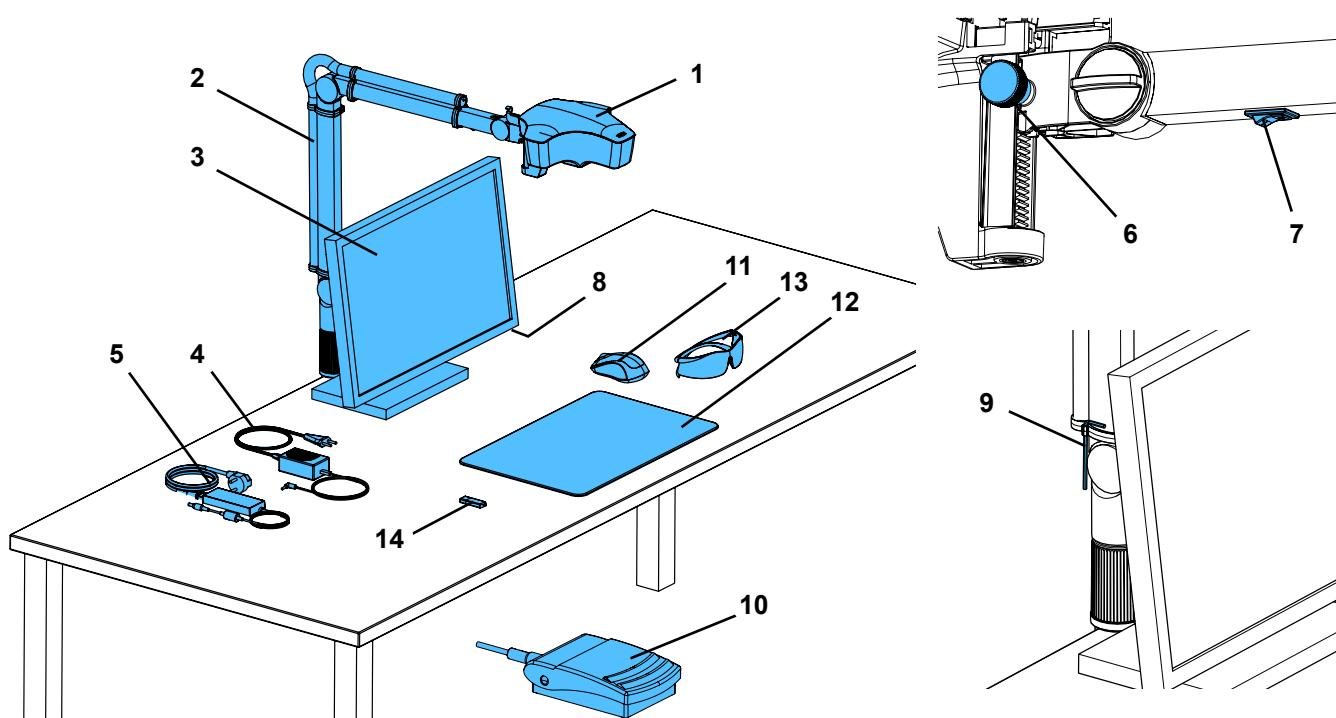

Fig. 1
- ⇒ Coloque a base (12, Fig. 1) sobre a mesa de trabalho.
⇒ Coloque o mouse (11, Fig. 1) perto da base de mesa.
⇒ Coloque o pedal (10, Fig. 1) debaixo da mesa.
- Parafuso de aperto (34) com a ferramenta fornecida (9, Fig. 1).
- Parafuso de aperto (35) com a ferramenta fornecida (9, Fig. 1).